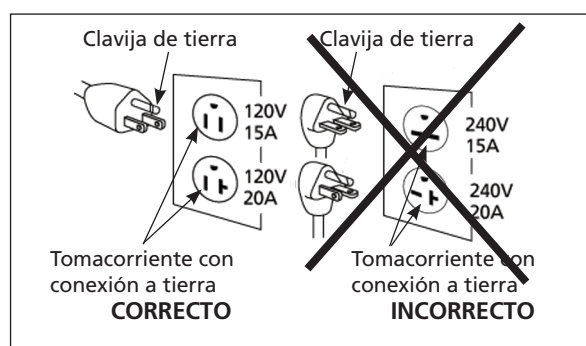

Figura 3 - Método de conexión a tierra
1. Este producto es para usarse en un circuito con 120 voltios nominales. Debe estar conectado a tierra. En caso de cortocircuito eléctrico, la conexión a tierra reduce el riesgo de descarga eléctrica al proporcionar un cable de escape para la corriente eléctrica. La unidad está equipada con un cable que tiene una clavija de tierra. Encajará en uno de los tipos comunes de tomacorriente que se muestran en la Figura 3. Si el enchufe no encaja en el tomacorriente deseado, haga que un electricista calificado cambie el enchufe o el tomacorriente.
1. Si el enchufe del cable de alimentación de la unidad no le resulta familiar o no encaja en su tomacorriente, la Figura 3 le ayudará a entender por qué, ya que ilustra los diferentes tipos de enchufe y los voltajes con los que se utilizan.
3. Este producto debe usarse en un circuito para 120 voltios nominales y tiene un enchufe para tierra parecido al que aparece en la Figura 3.